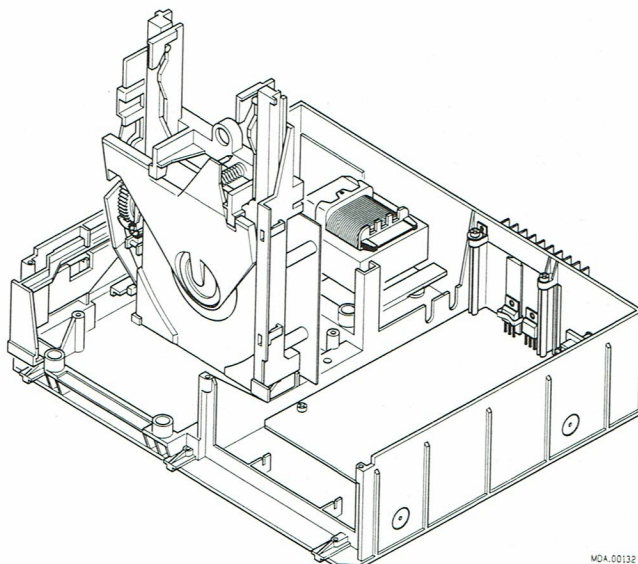

Fig. 3
(voir Fig. 3)
- L'ensemble du mécanisme de chargement/CDM/platine asservissement + pré-ampli peut désormais être ôté du châssis et être placé à la verticale sur les supports Service spéciaux dans le châssis (voir Fig. 3).